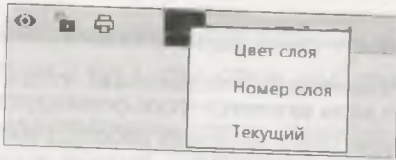

Рис. 14.8. Контекстное меню Новый слой
- ◆ нажмите кнопку **Новый слой** в заголовке панели **Параметры** — автоматически на панели **Параметры** появится новый слой. Для изменения цвета слоя щелкните ПК мышью по номеру слоя. Из контекстного меню (рис. 14.8) выберите команду **Цвет слоя**. Из диалогового окна **ВЫБОР ЦВЕТА** выберите, например, зеленый и нажмите кнопку **Выбрать**. Из этого же меню можно выбрать команду **Номер слоя**. Появится диалоговое окно **Номер слоя**. Введите желаемый номер слоя и нажмите кнопку **Создать объект**.